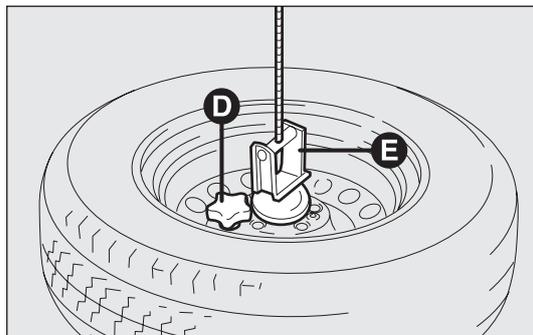

fig. 164
- ❑ svitare il pomello di trattenimento D-fig. 164 e liberare la ruota sfilando il supporto E.
- prelevare la ruota sostituita, riagganciarla al supporto E-fig. 164 ed avvitare il pomello D;